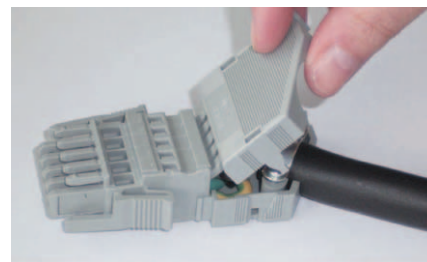

Abb. 82: Verschließen des Zugentlastungsgehäuses
- Verschließen Sie das Zugentlastungsgehäuse, indem Sie das Oberteil des Gehäuses von oben auf das Unterteil drücken (Abb. 82).